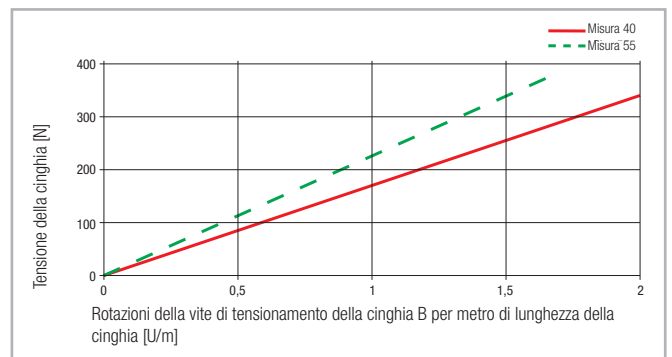

Fig. 95
2. Le figure 95 e 96 qui a fianco mostrano quante volte si devono ruotare le viti di tensionamento della cinghia B per ottenere la deviazione desiderata della tensione della cinghia.
2. Le figure 95 e 96 indicano il valore di mezza rotazione di cui si devono ruotare le viti di tensionamento della cinghia B per metro di lunghezza della cinghia per aumentare la tensione della cinghia di 110 N.